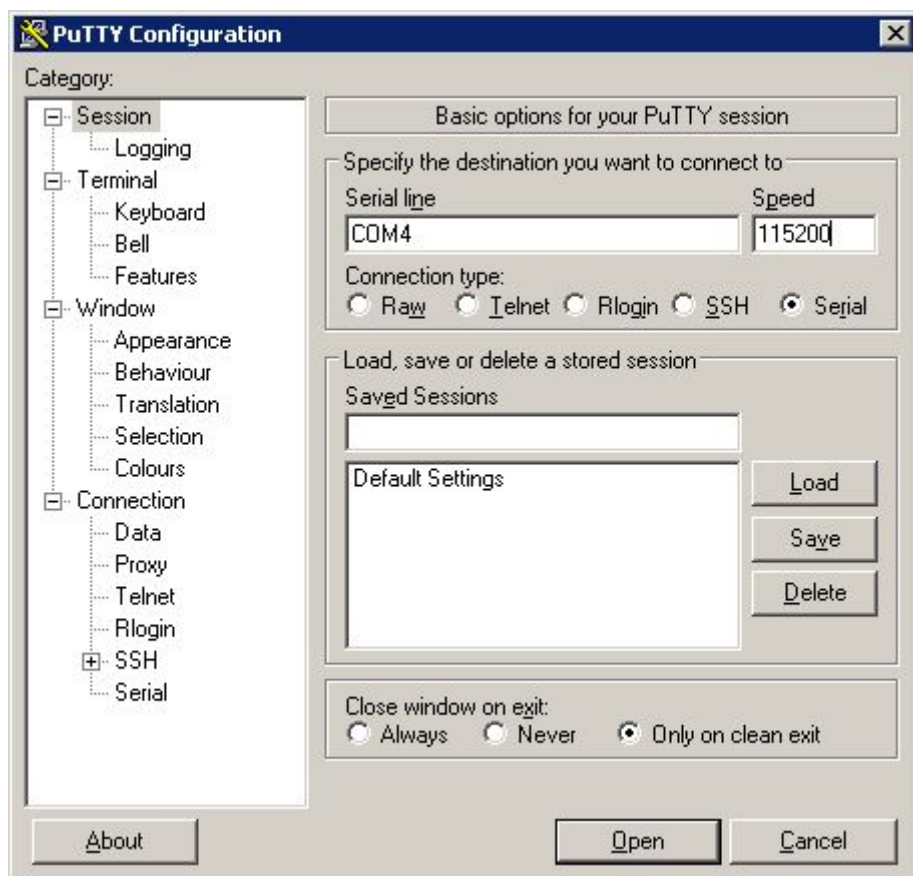

图 1-3-2 设置 PUTTY
- ◆ 解压后运行 PUTTY.exe，选择 Connection type（连接类型）为 Serial（串口），将 Serial line（串口线）设置成设备管理器所看到的 COM 口，并将 Speed（波特率）设置为 115200，按 Open（打开）即可，如图 1-3-2 所示。